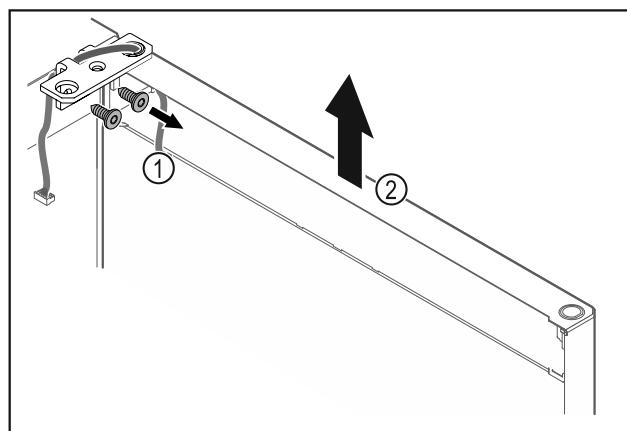

Fig. 26
- Atnukite šarnyrinį kampuotį Fig. 26 (1).
- Duris, jsk. šarnyrinį kampuotį Fig. 26 (2), pakelkite maždaug 200 mm tiesiai į viršų ir nuimkite.